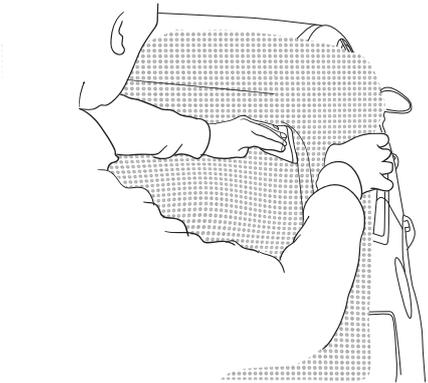

Figure 11
- › Insister bien dans les angles et sur les pourtours avec la raclette ou avec un doigt ganté de préférence. (FIG. 11)